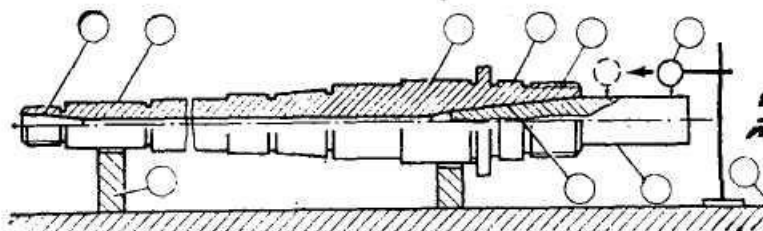

Рис. 1. Шпиндели токарного станка
1. Определить, какими цифрам обозначены на рис. 1 элементы шпинделя:
2. Определить, какими цифрами обозначены на рис.1 приспособления и инструменты, применяемые при контроле шпинделя на точность: